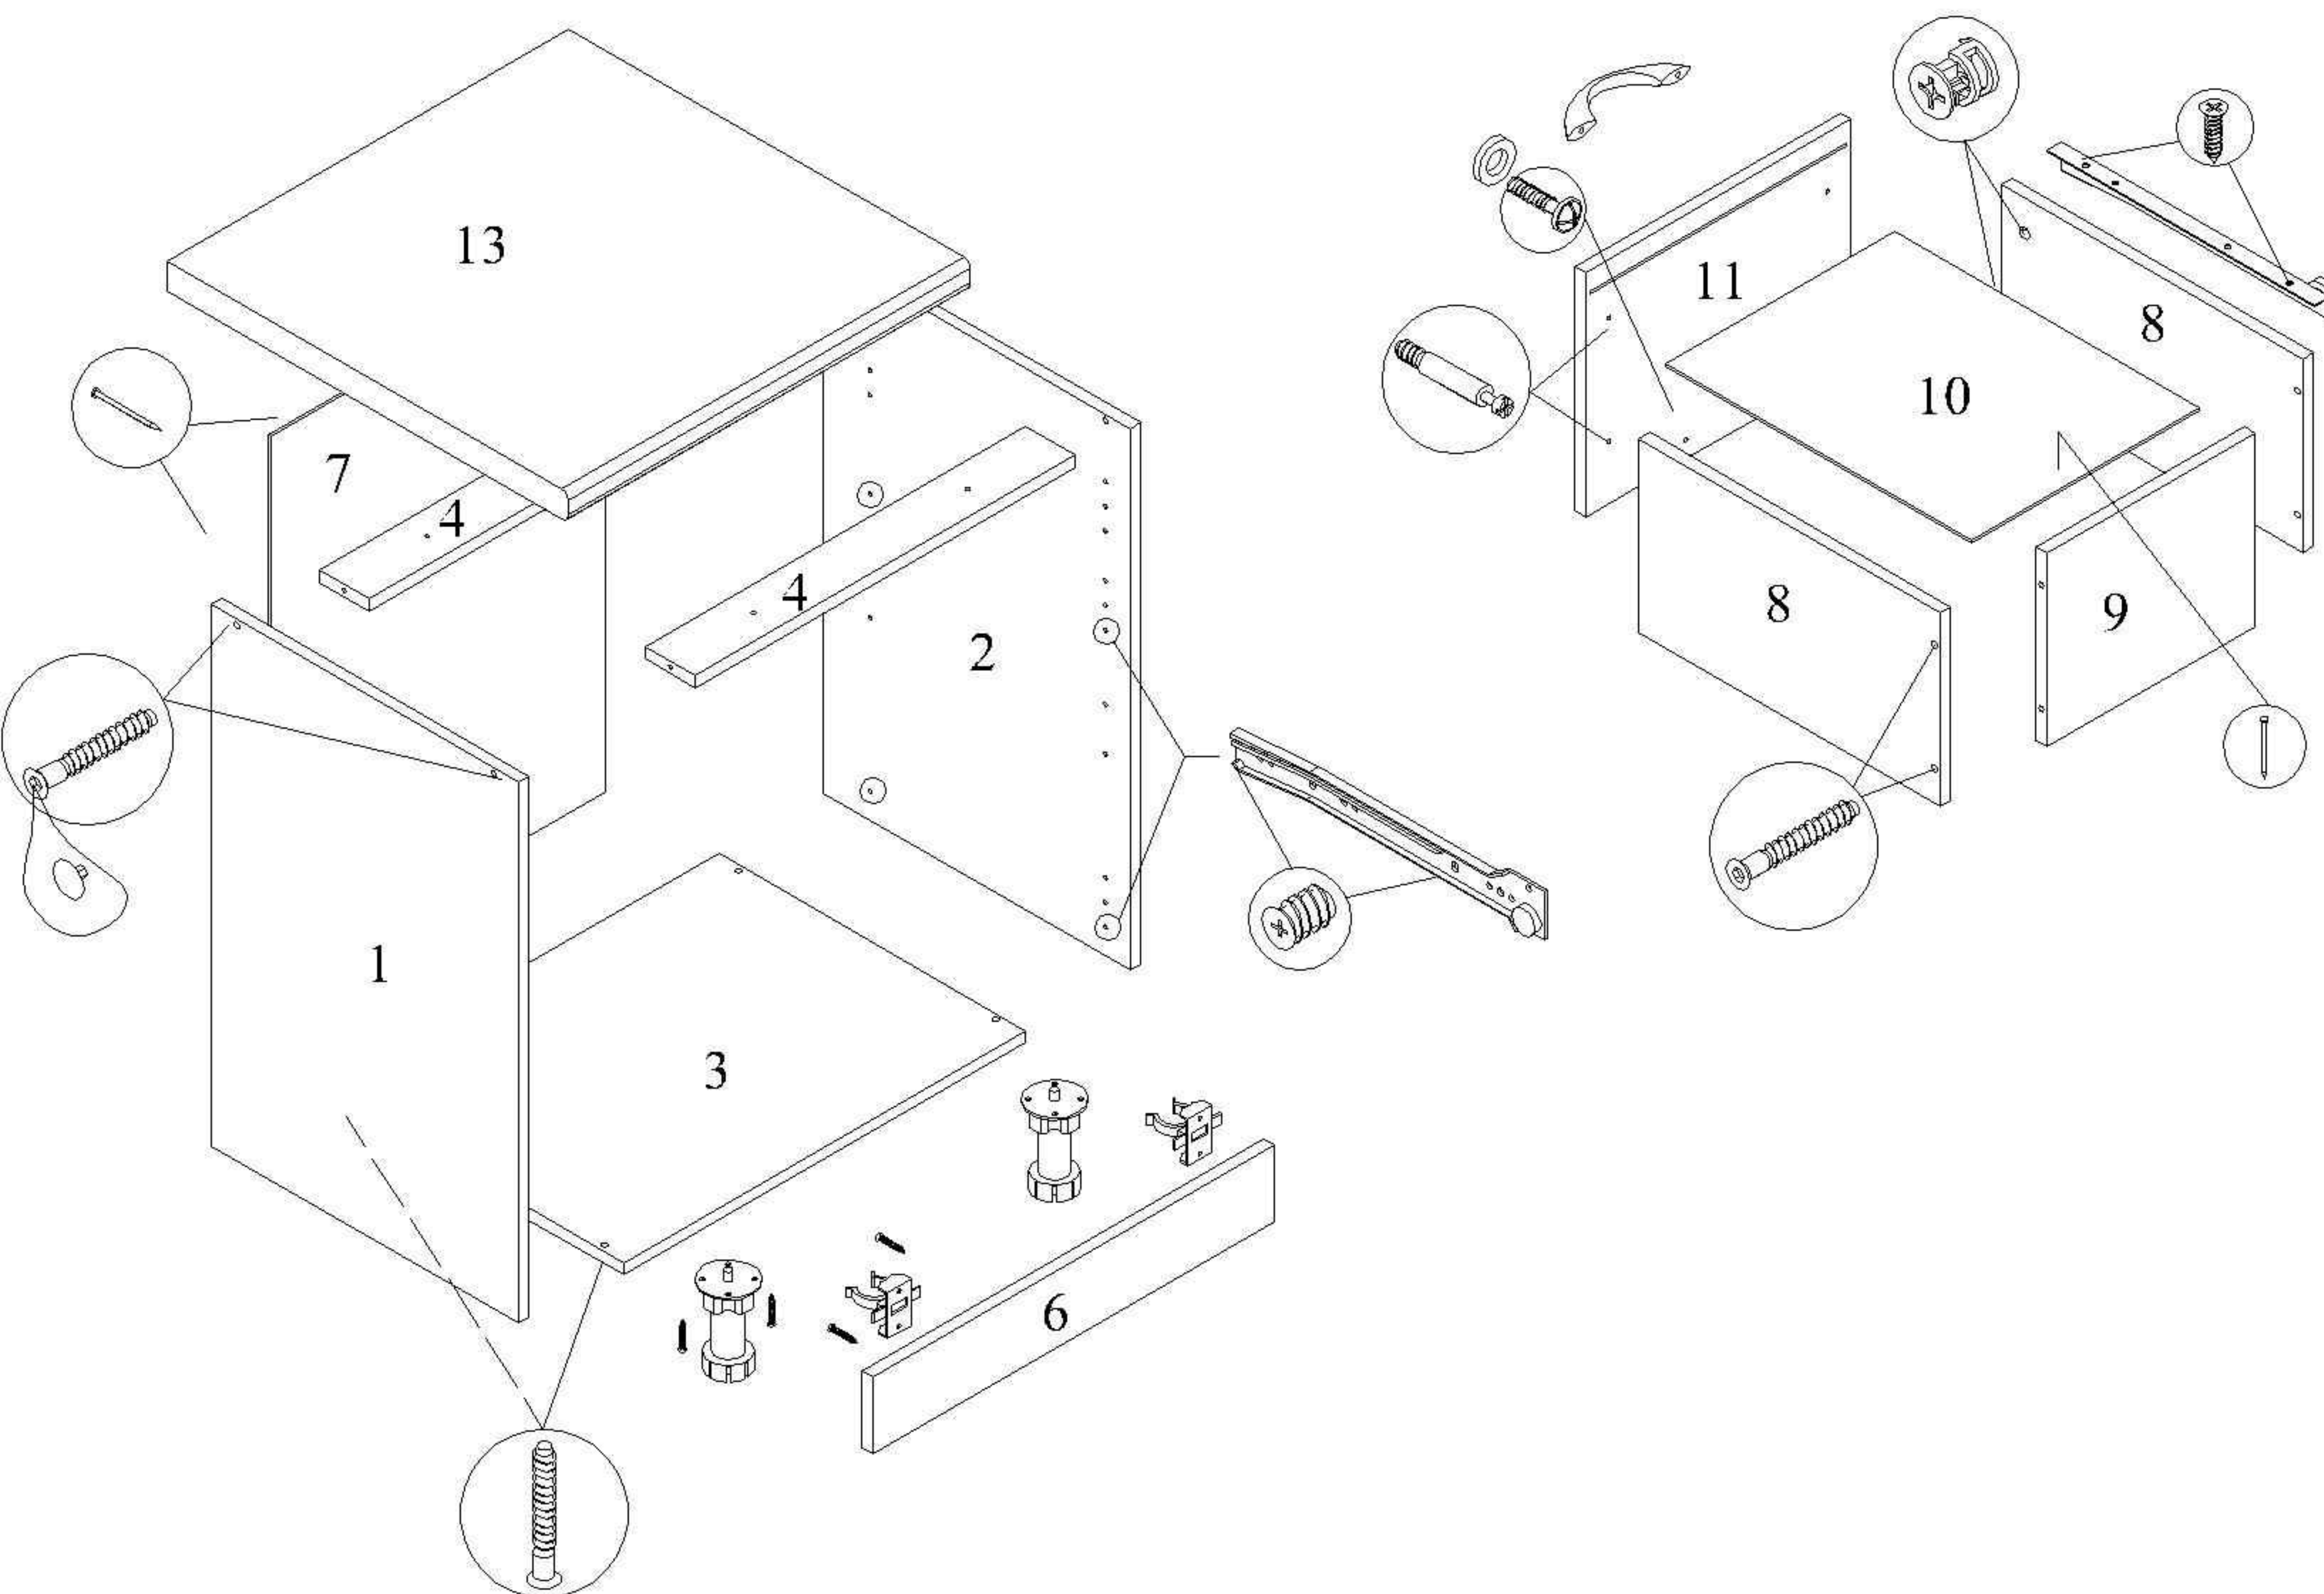

Рис.1
5. Крепить клипсы к дет.6 с помощью шурупов 3.5x16. Места крепления указаны на рис.1.